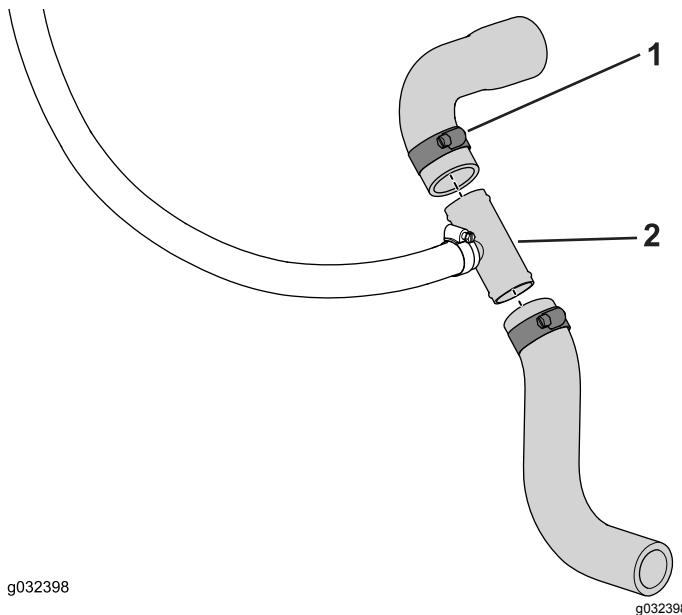

Figure 11
- Glissez les extrémités coupées sur le raccord en T et fixez le tout avec le collier (3/4 à 1 1/2"), comme montré à la Figure 11.